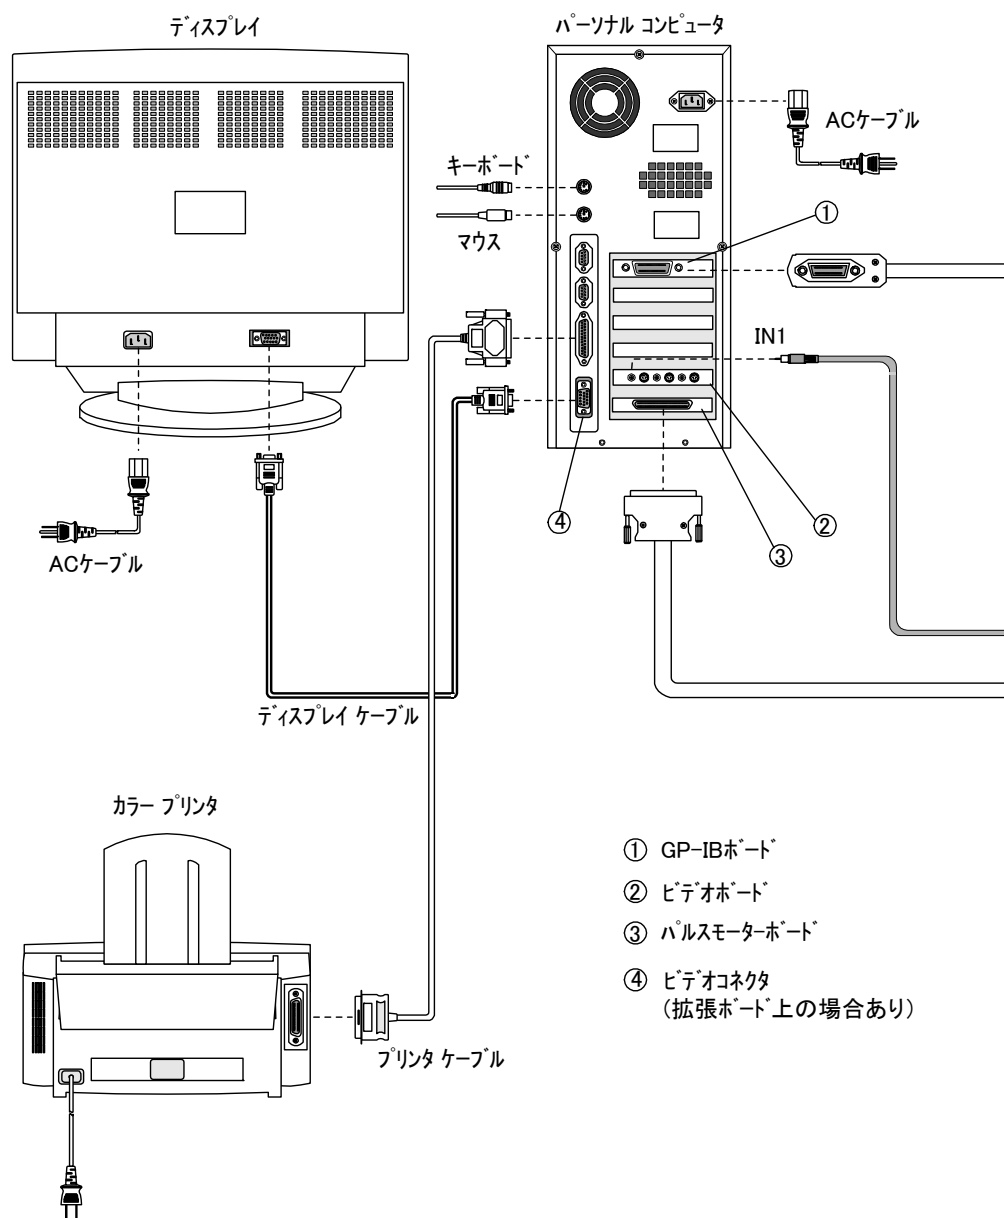

図 3.1
2. 図 3-1 の様に ESV-3000 にノイズ注入ケーブルを取付けます。